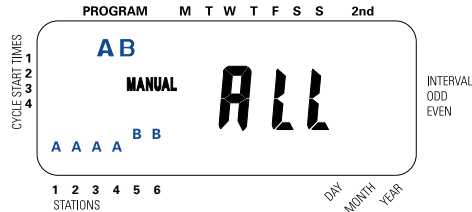

Figura 9: Azionamento manuale di entrambi i programmi A e B
- Ruotare il quadrante circolare su **AUTO**, quindi premere il tasto **MANUAL (MANUALE)**. Il display visualizzerà "AB" e "ALL" (TUTTE) entrambi lampeggianti. [Vedi Figura 9] Ciò indica che tutte le stazioni dei programmi "A" e "B" irriteranno in sequenza per la durata ad esse assegnata.